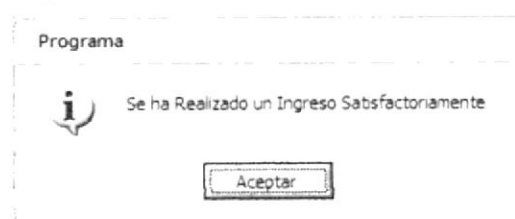

Figura 5.10 Mensaje de Ingreso de Artículo
5. Si se ha realizado el ingreso aparecerá el mensaje (Ver figura 5.10)